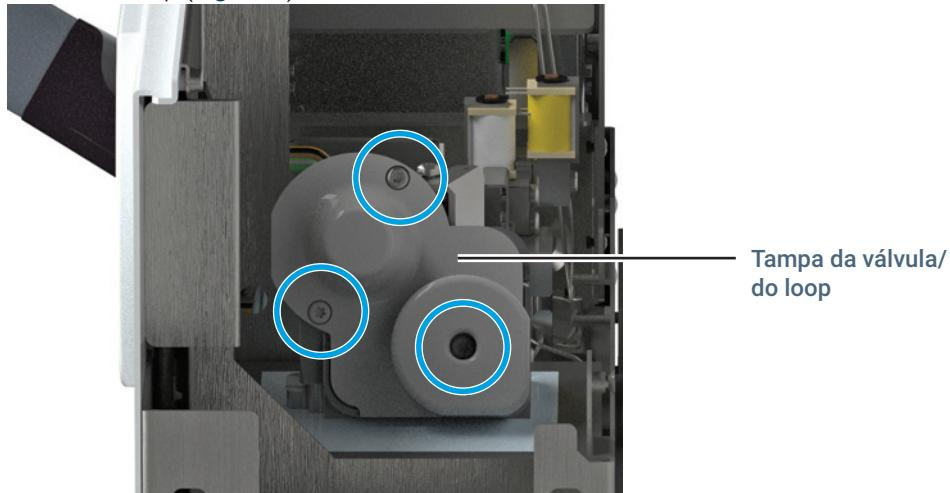

Figura 9. Tampa da válvula/do loop
- 4 Afrouxe completamente os três parafusos Torx T-20 de aperto manual na tampa da válvula/do loop (Figura 9).